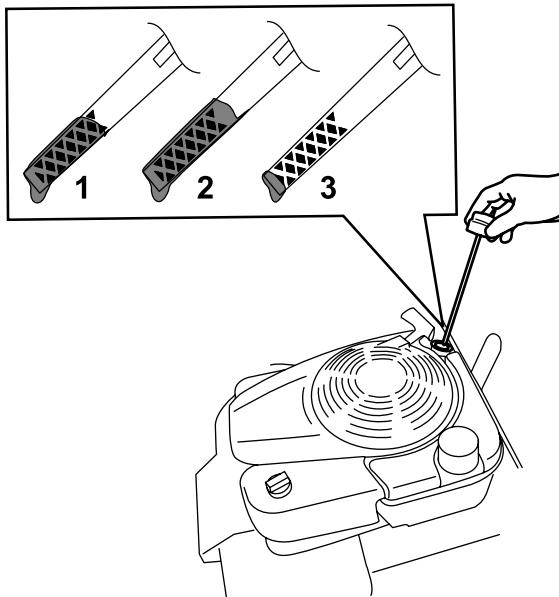

Figura 14
2. Retire a vareta rodando-a no sentido contrário ao dos ponteiros do relógio e puxando-a para fora (Figura 14).
5. Leia o nível de óleo na vareta (Figura 14).
- Se o nível de óleo na vareta estiver demasiado baixo (Figura 14), deite cuidadosamente uma pequena quantidade de óleo detergente SAE 30 ou SAE 10W-30 para o tubo de enchimento de óleo, aguarde 3 minutos e volte a repetir os passos 3 a 5 até o nível de óleo na vareta estar no nível correto. Verifique o tipo de óleo, consulte Substituição do óleo do motor \(página 20\).
- Se o nível de óleo na vareta estiver demasiado alto (Figura 14), drene o óleo em excesso até que o nível de óleo na vareta se encontre no nível correto; consulte Substituição do óleo do motor \(página 20\).